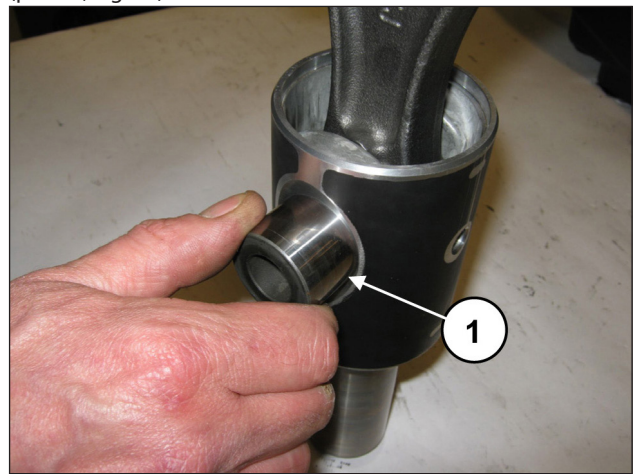
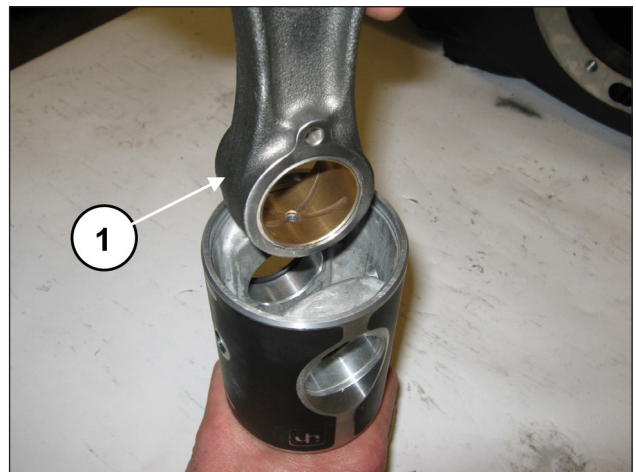

Fig. 38
Fig. 39
Solte o pino (pos. ①, Fig. 38) e forneça a extração da haste (pos. ①, Fig. 39).
Insira a haste na guia do pistão (pos. ①, Fig. 39) e, em seguida, insira o pino (pos. ①, Fig. 38). Aplique os dois elásticos perfilados (pos. ①, Fig. 37).